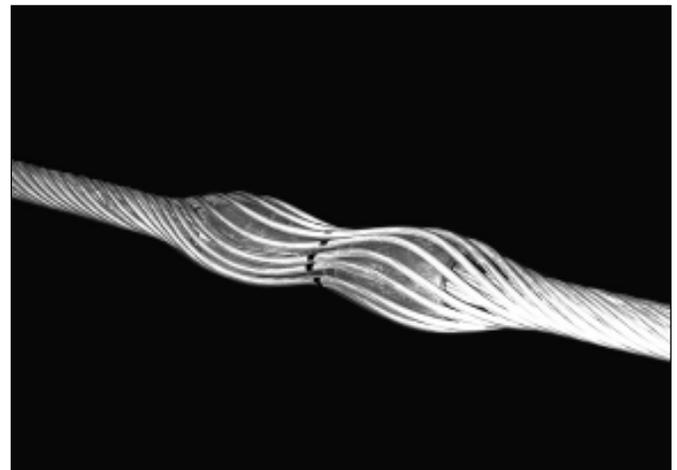

FIGURA 6
2.3 Aplique cada Varilla en forma individual hasta el cierre total del conjunto sobre el cable (Figura 6).